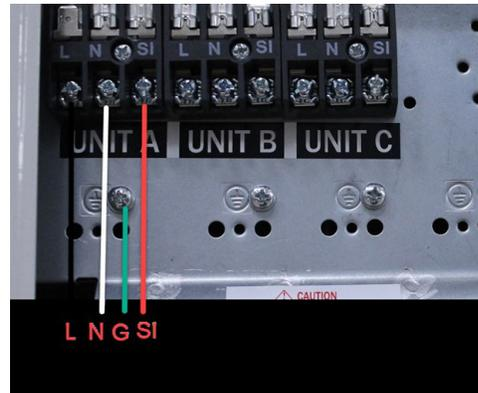

Figure 8.2
2. Faire passer le câble de communication depuis la zone A à travers le trou approprié et connecter les fils à l'unité extérieure en faisant correspondre les fils au bornier. Le fil marqué L va à L, le fil N va à N et le fil SI va à SI sur le bornier. Ensuite, le fil de terre va à la plaque métallique sous la terre marquée. (Voir la figure 8.2 page 27)